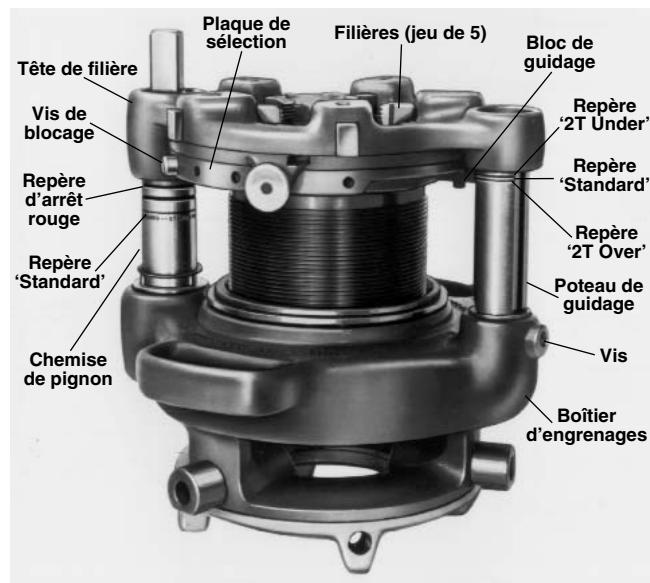

Figure 17 – Fileteuse démultipliée N° 141 avec Barre d'entraînement 844 installée (idem pour la fileteuse N° 161)
1. Retirez la vis de blocage de la plaque de sélection (*Figure 17*).
AVIS IMPORTANT: Laissez environ $\frac{3}{4}$ po des cannelures en <> exposées à l'avant des mors du mandrin (*Figure 17*) pour permettre la lubrification.
5. N° 141 et N° 161 – Lâchez la pédale de commande dès que le repère d'arrêt rouge apparaît sur la chemise du pignon (*Figure 17*).
AVIS IMPORTANT: Laissez environ $\frac{3}{4}$ po des cannelures en "V" exposées à l'avant des mors du mandrin (*Figure 17*) pour permettre la lubrification.